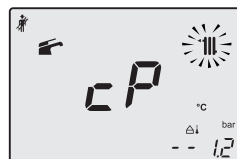

Figura 9.24
- Premendo il tasto 19 è possibile variare la potenza in modalità spazzacamino: con visualizzazione sul display LCD delle lettere **cP** che si alternano con il valore di temperatura dell'acqua di riscaldamento (es.**78**), siamo in "funzione spazzacamino" alla potenza massima in riscaldamento (Figura 9.24);